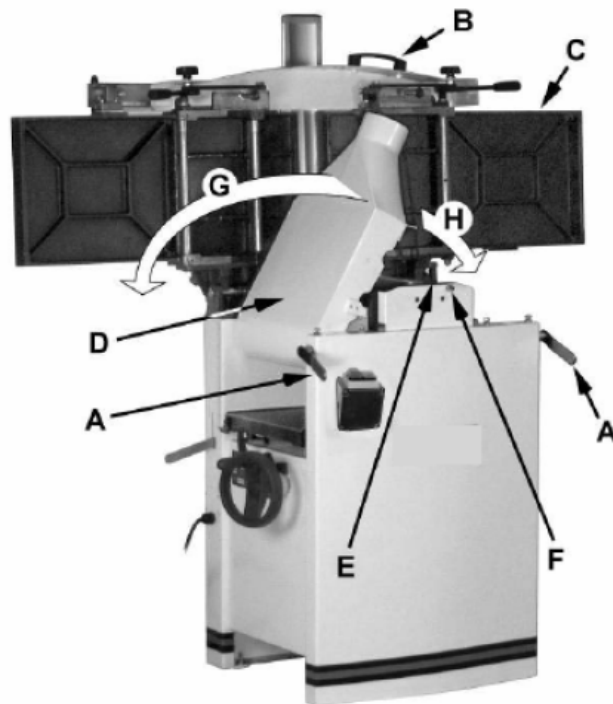

Figure 3
Une fois relevée, la table doit être en position verticale comme indiqué dans la figure C, Fig. 3. Le loquet (E, Fig. 3) doit être engagé, empêchant la table de tomber accidentellement vers l'avant.
3. Positionner la goulotte à poussière (D, H Fig. 3) vers la droite. Soyez extrêmement prudent pour éviter tout contact avec les couteaux de la tête de coupe.
En se référant à la Figure 3 : Pour changer la configuration de la machine de raboteuse à dégauchisseuse :